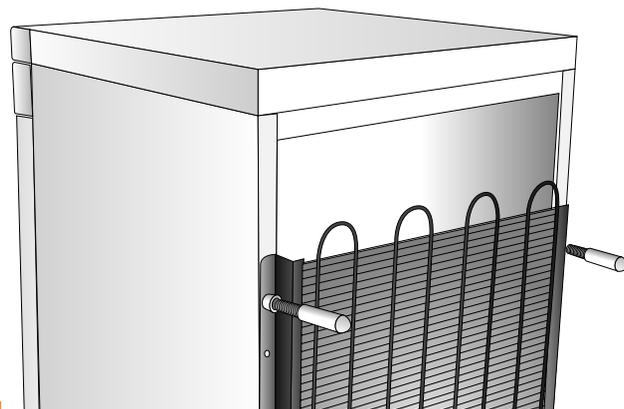

fig. 4
- F) Se l'apparecchio è dotato di distanziali (Fig. 4) applicateli sulla parte superiore del condensatore posto sulla parete posteriore.
- F) If the refrigerator is supplied with wall spacers fit these to the back side of the appliance at the top of the condenser (fig. 4)
- F) Wenn sich in der Packung Wandabstandhalter (Abb. 4) befinden, sind diese am oberen Teil des Kondensators zu montieren.
- F) Si l'appareil est muni d'entretoises (Fig. 4) montez-les sur la partie supérieure du condenseur (radiateur) placé sur la paroi postérieure.
- F) Si el aparato está provisto de distanciadores (Fig. 4), colocarlos en la parte superior del condensador (radiador) situado en la pared posterior.
- F) Se o aparelho possuir espaçadores (Fig.4), aplique-os na parte de cima do condensador (radiador), o qual está colocado na parede traseira.